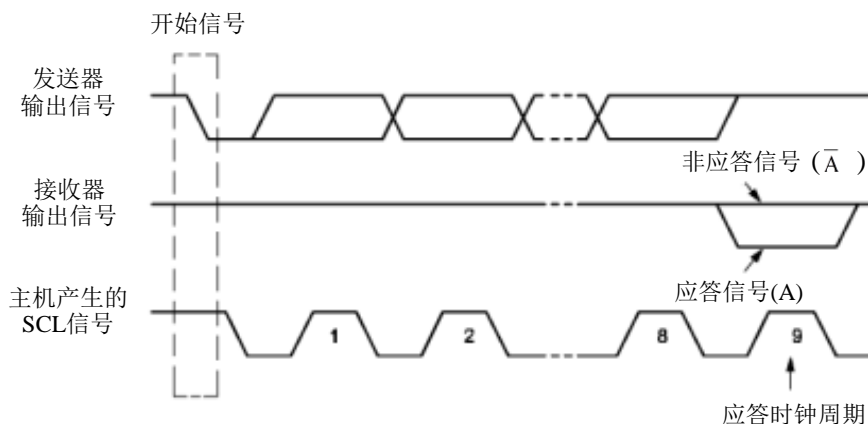

Figure 15-5 IIC 总线的应答信号
另一个从机通信。如 Figure15-5 所示，当 SCL 为高电平时，SDA 由高电平向低电平跳变，产生重新开始信号，它的本质就是一个开始信号。
**应答信号(A):** 接收数据的 IIC 在接收到 8 位数据后，向发送数据的 IC 发出的特定的低电平脉冲。每一个数据字节后面都要跟一位应答信号，表示已收到数据。应答信号在第 9 个时钟周期出现，这时发送器必须在这一时钟位上释放数据线，由接收设备拉低 SDA 电平来产生应答信号，由接收设备保持 SDA 的高电平来产生非应答信号 ( $\bar{A}$ )，如 Figure15-5 所示。所以，一个完整的字节数据传输需要 9 个时钟脉冲。如果从机作为接收方向主机发送非应答信号，这样，主机方就认为此次数据传输失败；如果是主机作为接收方，在从机发送器发送完一个字节数据后，发送了非应答信号，从机就认为数据传输结束，并释放 SDA 线。不论是以上哪种情况都会终止数据传输，这时，主机或是产生停止信号释放总线，或是产生重新开始信号，开始一次新的通信。开始信号、重新开始信号和停止信号都是由主控制器产生，应答信号由接收器产生，总线上带有 IIC 总线接口的器件很容易检测到这些信号。